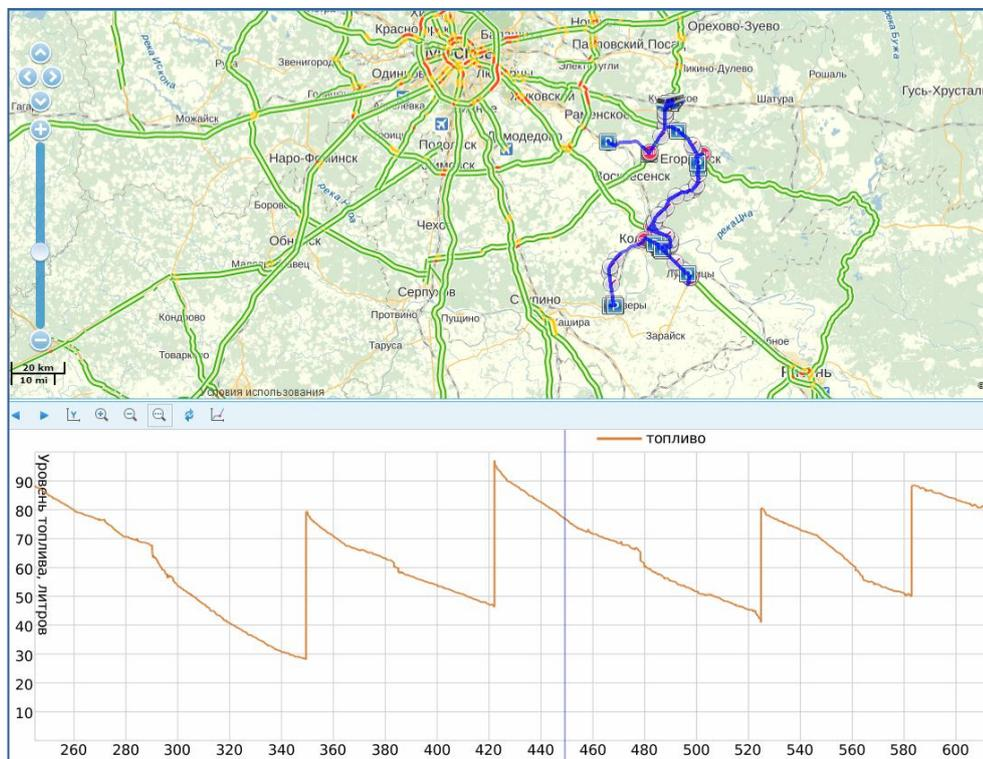

Рисунок 18. Пример графического отчета об уровне топлива
3. на основании вычисленных значений строятся пользовательские графические или табличные отчеты по уровню и расходу топлива (Рис. 18, 19).